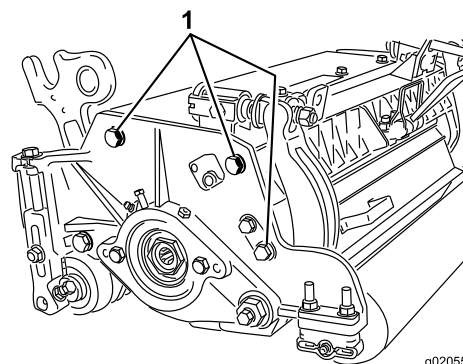

Figure 12
**Remarque:** La position du rouleau arrière par rapport au cylindre est contrôlée par les tolérances d'usinage des composants assemblés et le réglage du parallélisme n'est pas nécessaire. Un réglage limité est possible en plaçant le plateau de coupe sur un plan de travail et en desserrant les vis de fixation de la plaque latérale (Figure 12). Réglez et serrez les vis. Serrez les vis à un couple de 27 à 36 N·m.